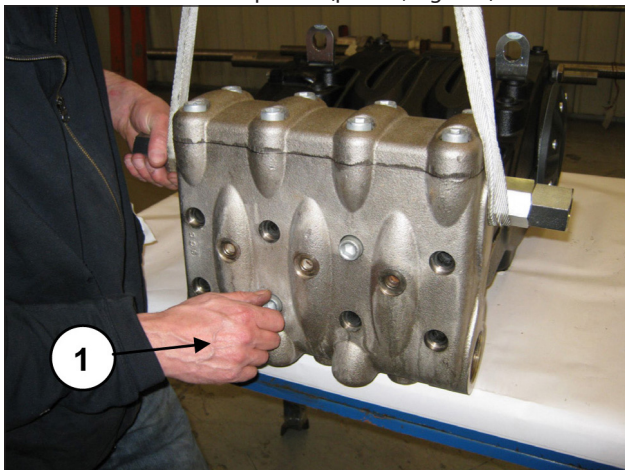
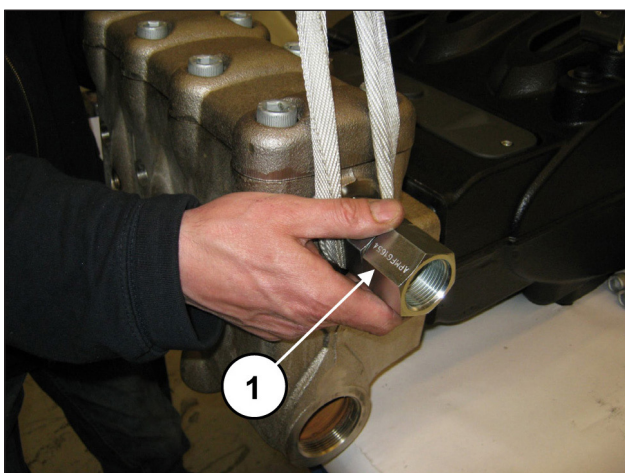

Fig. 111
Fig. 112
Ora è possibile togliere la testata dal carter pompa provvedendo a svitare le 8 viti M16x180 (pos. ①, Fig. 111). Durante lo smontaggio della testata prestare particolare attenzione a non urtare i pistoni (pos. ①, Fig. 112).